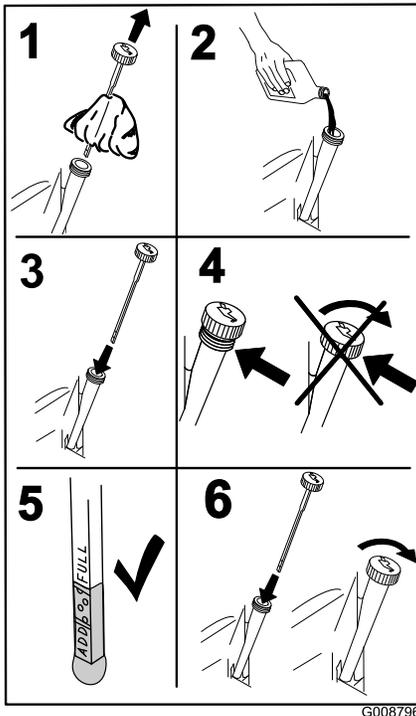

Figure 33
5. Versez lentement environ 80% de l'huile spécifiée dans le tube de remplissage puis faites l'appoint lentement jusqu'à ce que le niveau atteigne le repère du plein (**Full**) (Figure 33).